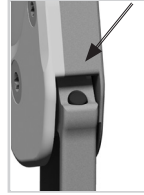

Fig. 24
- 1 Coloque de forma invertida la articulación de sistema e inserte el amortiguador de tope de extensión en el taladro (fig. 24).